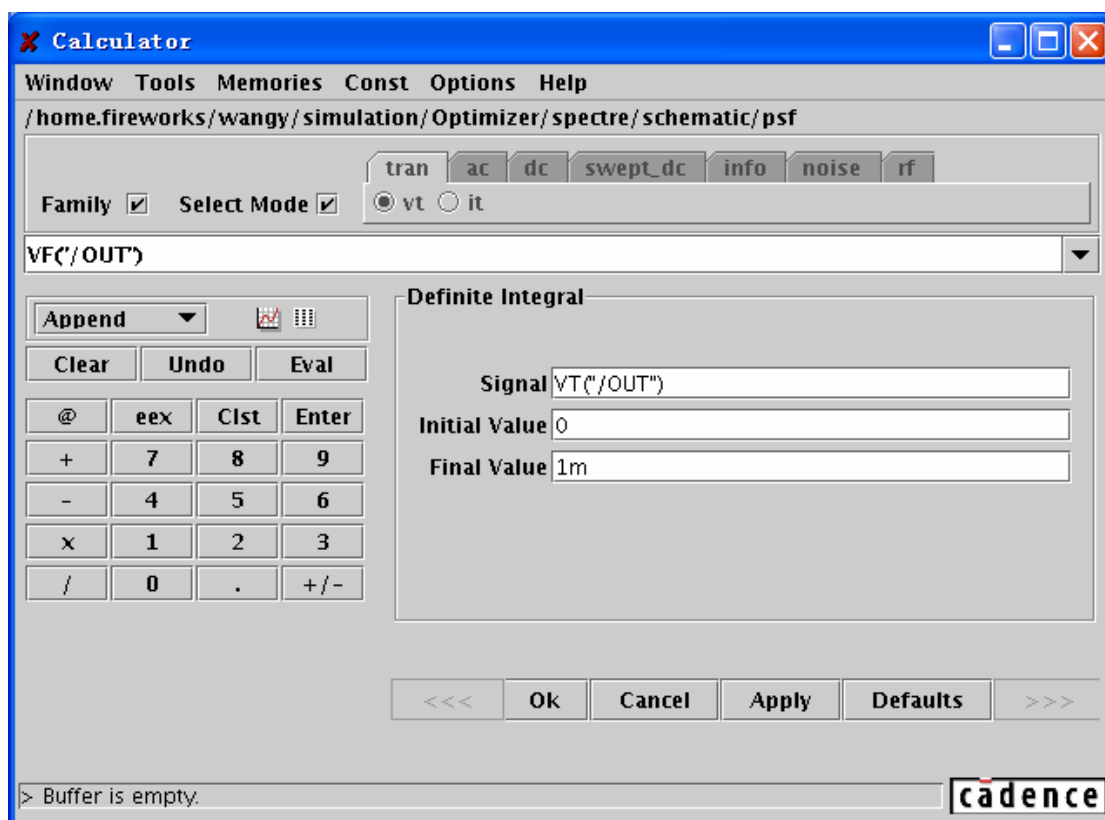

图 8.39 “integ”函数的设定
- 2) 在函数窗口中点击“integ”函数。然后函数窗口将变为如图 8.39 所示的“integ”对话框。